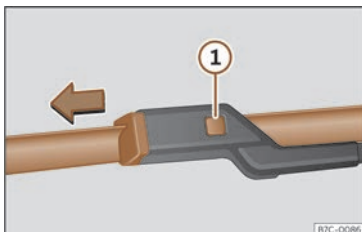

Fig. 42 Remplacement des balais d'essuie-glace.
- Maintenez la touche de déverrouillage >>> **fig. 42** ❶ enfoncée en tirant légèrement le balai dans le sens de la flèche.